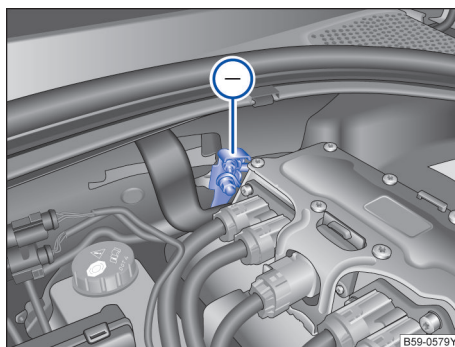

图 204 用于充电器负极连接的接地点
发动机舱内，有一个用于连接黑色启动辅助电缆的应急启动接点（接地端）→图 204 [1]。
- 将黑色电缆的另一端 ⓧ 连接到无电蓄电池汽车发动机缸体上的螺栓连接金属部件上或发动机舱内的连接点上→ 图 204，连接点必须尽可能远离无电蓄电池 Ⓐ。
在利用外接电源对车辆蓄电池充电时，请勿将充电器的负极接在蓄电池的负极上，必须连接到发动机壳体上或发动机机舱内的接地点处→图 204。